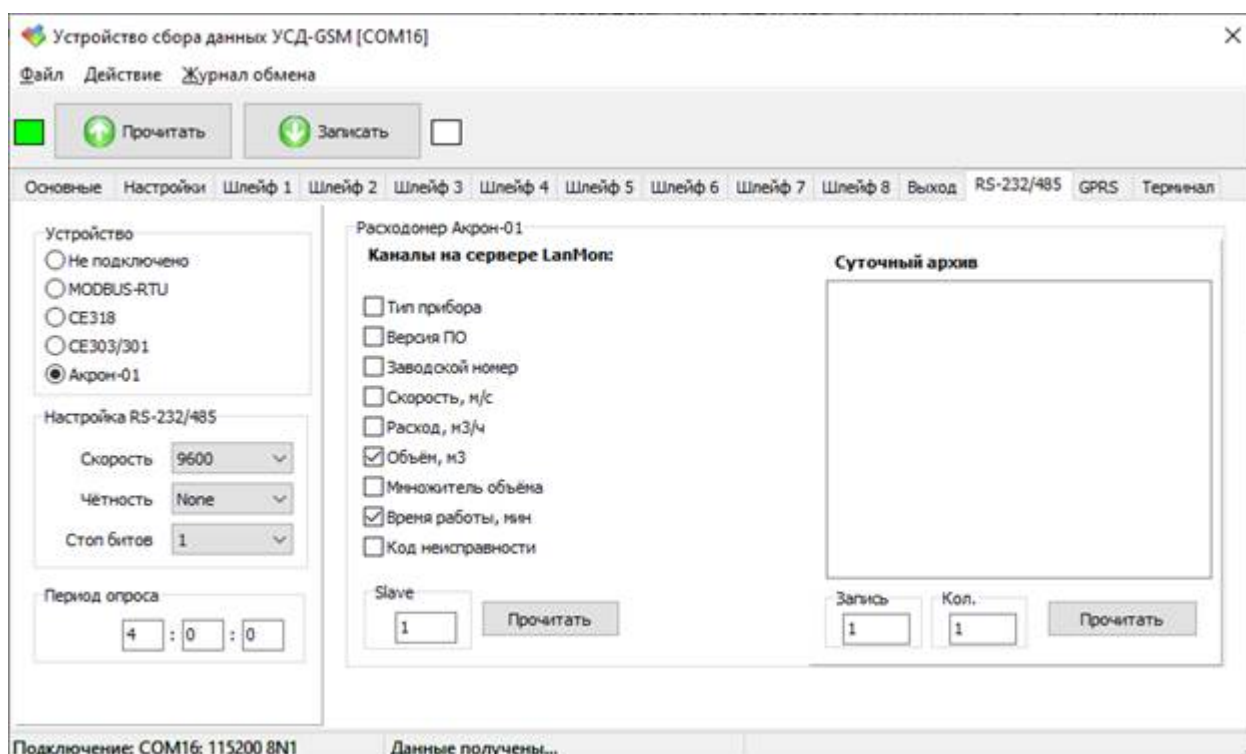

Рисунок 37 – Вкладка настройки «Акрон-01»
3. На вкладке «RS-232/485» в поле «Устройство» выбрать «Акрон-01» (рисунок 37):